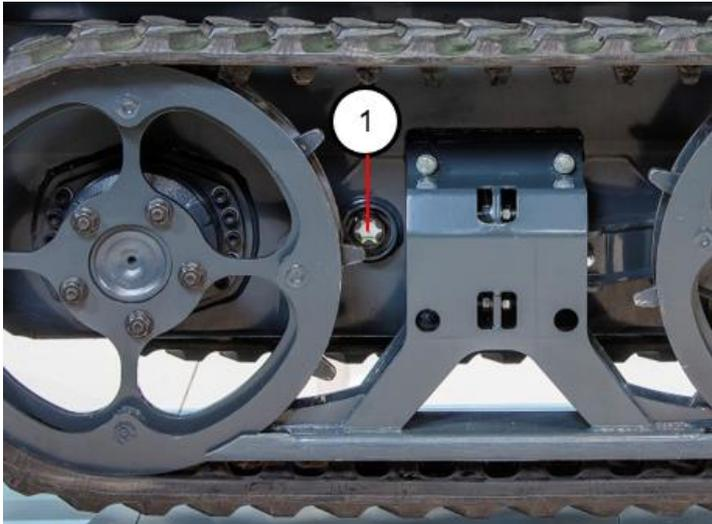

Figure 20 Voyant en verre du niveau d'huile
Le filtre à huile hydraulique de retour (figure 20, (1)) est situé sur le côté du réservoir d'huile à l'intérieur du châssis. Remplacer le filtre en retirant le capuchon du filtre et en remplaçant la cartouche de filtre. Pour remplacer l'huile hydraulique, l'huile peut être retirée avec une pompe glissée dans l'ouverture du reniflard (2) ou en ouvrant le bouchon de vidange au bas du châssis. Dans tous les cas, il est important de nettoyer le bouchon de vidange magnétique. La cartouche du filtre de pression hydraulique (3) doit toujours être remplacée lorsque le filtre de retour est remplacé. Le filtre de pression se trouve derrière le moteur thermique, en haut du châssis.